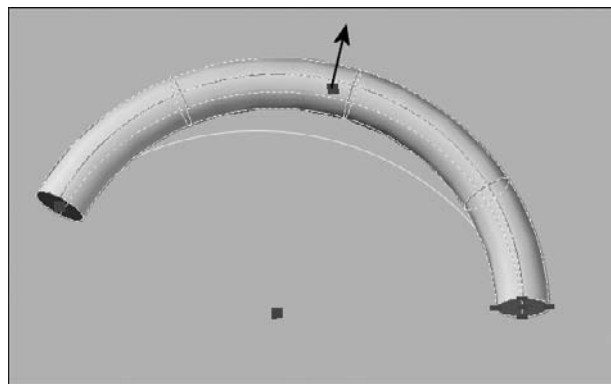

Fig.20.4
- **Solides et surfaces de balayage** : les solides et les surfaces de balayage affichent des poignées sur le profil de balayage ainsi que sur la trajectoire de balayage. Vous pouvez utiliser ces poignées pour modifier le solide ou la surface (fig.20.4). Lorsque vous cliquez sur une poignée et la faites glisser sur le profil, les changements sont contraints en fonction du plan de la courbe du profil.